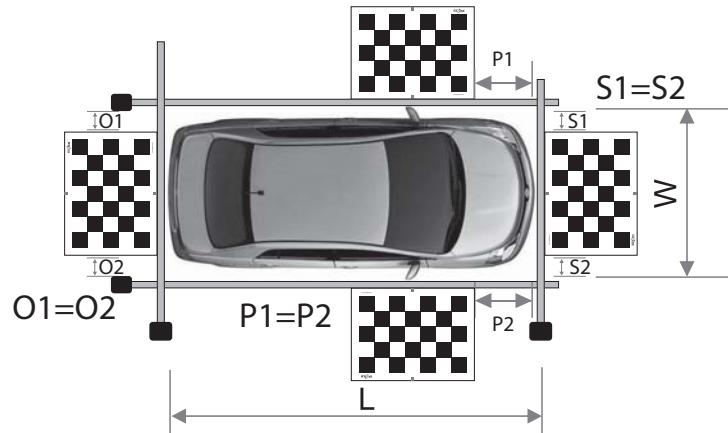

Рис. 4
1. Розмістіть калібрувальні плакати навпроти кожної камери відповідно до схеми нижче (Рис. 4). Червоні мітки на передньому та задньому калібрувальних плакатах повинні збігатися з центральною віссю автомобіля. Червоні мітки на бокових калібрувальних плакатах повинні збігатися з рівнем дзеркал автомобіля (місцем встановлення камер в дзеркалах).
2. Виконайте вимірювання відстаней  $L$ ,  $W$ ,  $P_1$ ,  $P_2$  (Рис. 4).